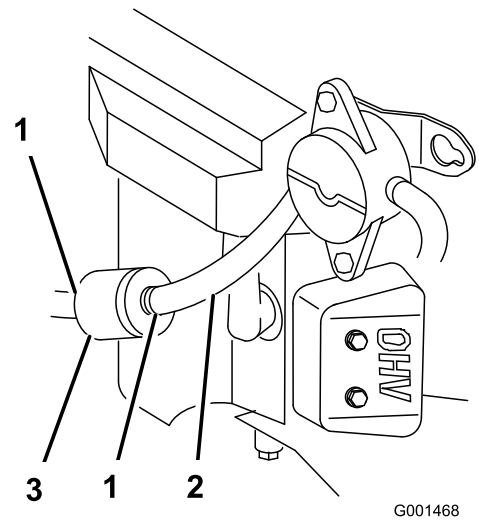

Figure 48
3. Au niveau du filtre à carburant, pincez les extrémités du collier et poussez le collier en haut de la conduite d'alimentation, à l'opposé du filtre à carburant (Figure 48).
4. Pincez les extrémités des colliers et faites glisser ceux-ci pour les éloigner du filtre (Figure 48).